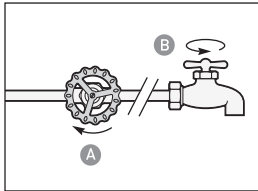

图1
1. 关闭冷管道进水水源 (如图1-A), 同时打开最近的水龙头 (如图1-B) 以排泄管道内的压力。